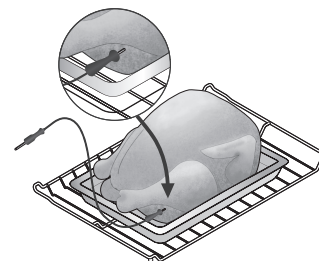

Figure 15 : Sonde insérée dans la partie la plus épaisse de la cuisse
- Pour une volaille ou une dinde, insérez la sonde dans la partie la plus épaisse de l'entrecuisse, juste sous la cuisse (voir figure 15).